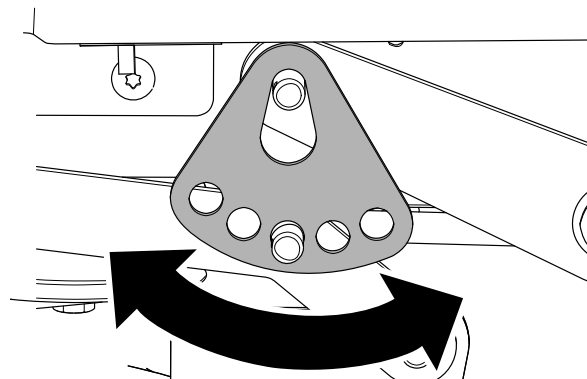

Figure 62
7. Tournez la plaque de hauteur de coupe à un trou différent pour que le poids du tablier de coupe soit soutenu après l'installation de la plaque (**Figure 62**).
8. Installez la rondelle et la goupille fendue (**Figure 62**).